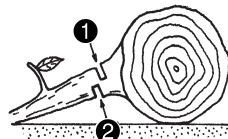

Fig. 26
- (2) Cortar ramas de árboles caídos: En primer lugar, deben cortarse las ramas que no toquen el suelo, luego las que lo toquen. Cuando corte ramas gruesas que tocan el suelo, el primer corte debe realizarse a la mitad desde la parte de arriba, y luego debe cortarse la rama desde abajo. (Fig. 26)